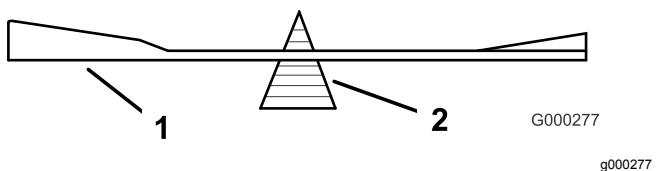

Figura 85
2. Verifique el equilibrio de la cuchilla colocándola sobre un equilibrador de cuchillas (Figura 85).